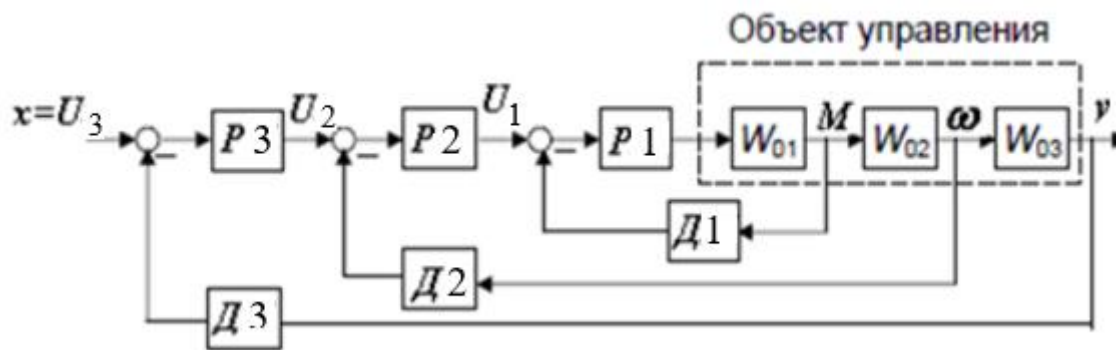

Рис. 4 Структура АЭП с подчиненной системой управления
**Вопрос 21.** На рис. 4 представлена классическая блок-схема АЭП с подчиненным регулированием и числом контуров, равным 3. Выберите названия контуров, начиная с внутреннего и заканчивая внешним.  $U_1, U_2, U_3$  – задающие напряжения для контуров 1, 2, 3 соответственно.  $P_1, P_2, P_3$  – регуляторы для контуров 1, 2, 3 соответственно.  $D_1, D_2, D_3$  – датчики обратной связи для контуров 1, 2, 3 соответственно.
**Вопрос 22.** Приведите порядок настройки параметров ПИД-регулятора контура скорости промышленного сервопривода СПС25 (контур 2 на рис. 4). Обозначение параметров настройки:  $K_P$ ,  $K_I$ ,  $K_D$  – коэффициенты пропорциональной, интегральной и дифференциальной составляющих соответственно;  $f_{\text{ДИСК}}$  – частота дискретизации.